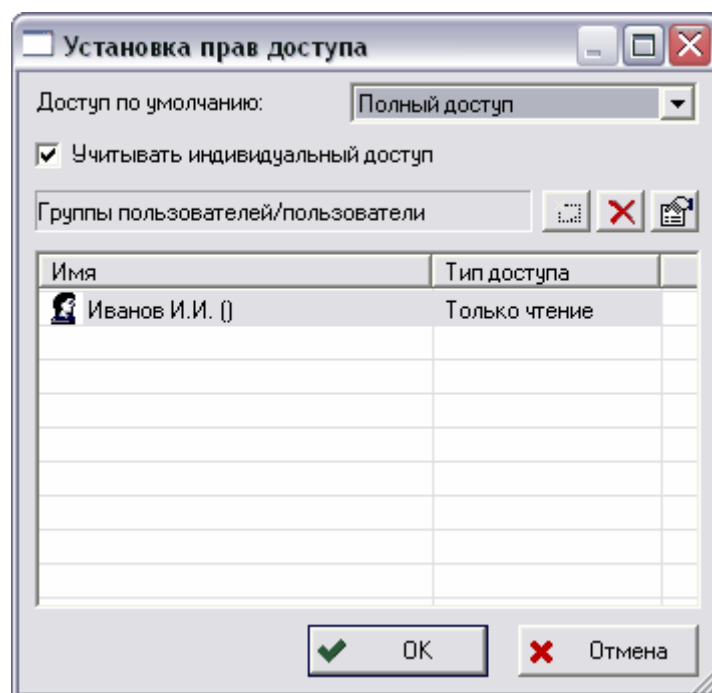

Рис. 269
4. Нажмите на кнопку **Добавить**. После этого сотрудник или группа появится в списке (Рис. 269).